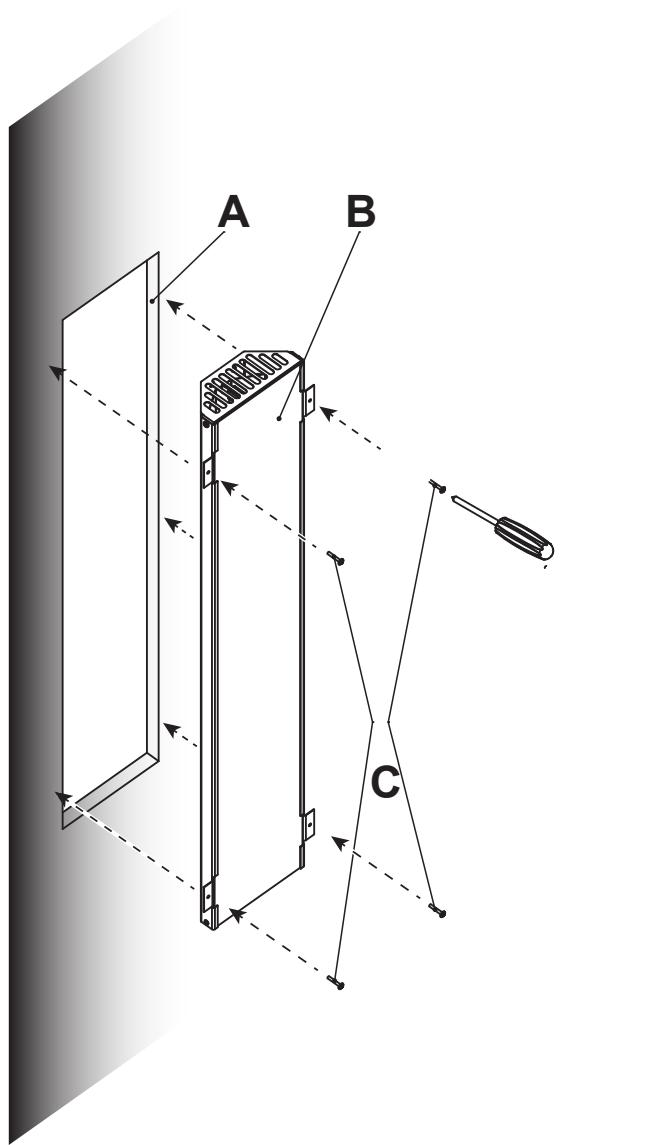

Bild 1 - Montering lampa
- Montera infrarödlampen, bild 1, enligt monteringsanvisningarna.